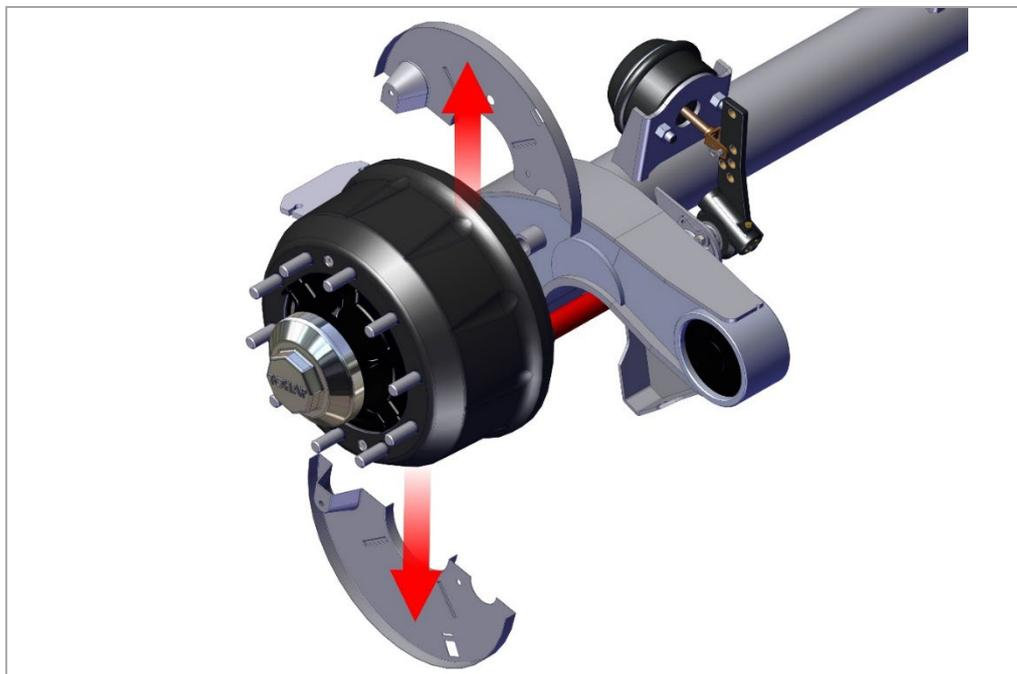

Рис. 47. Снятие грязезащитных щитков
1) Снимите грязезащитные щитки тормозного барабана, как показано на рис. 47.